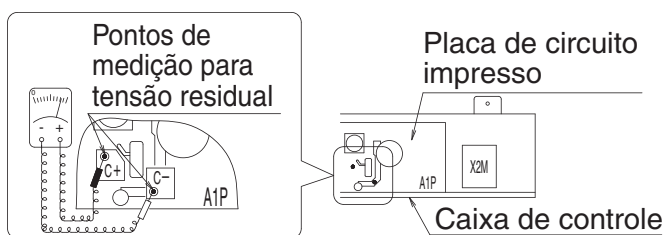

Fig. 1
- Após abrir a tampa da caixa de controle, meça a tensão residual entre os pontos mostrados **Fig. 1** na Placa de circuito impresso através do testador sem tocar a parte viva e confirme que a tensão residual seja de DC 50 V ou abaixo.